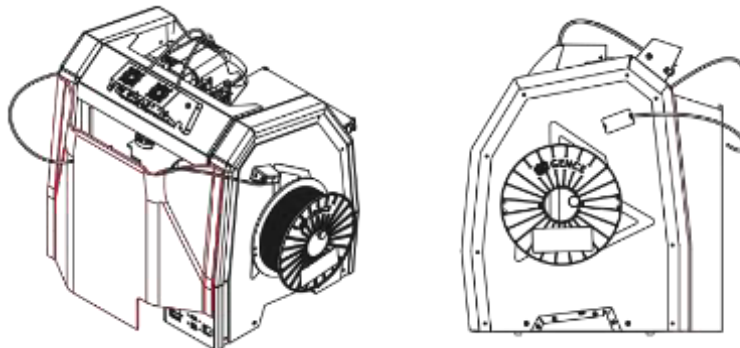

Рис. 68 Установка задней части корпуса
4. Установить заднюю часть корпуса (рис. 68). Совместить изгибы корпуса таким образом, чтобы произошла фиксация на задней панели принтера (рис. 68).